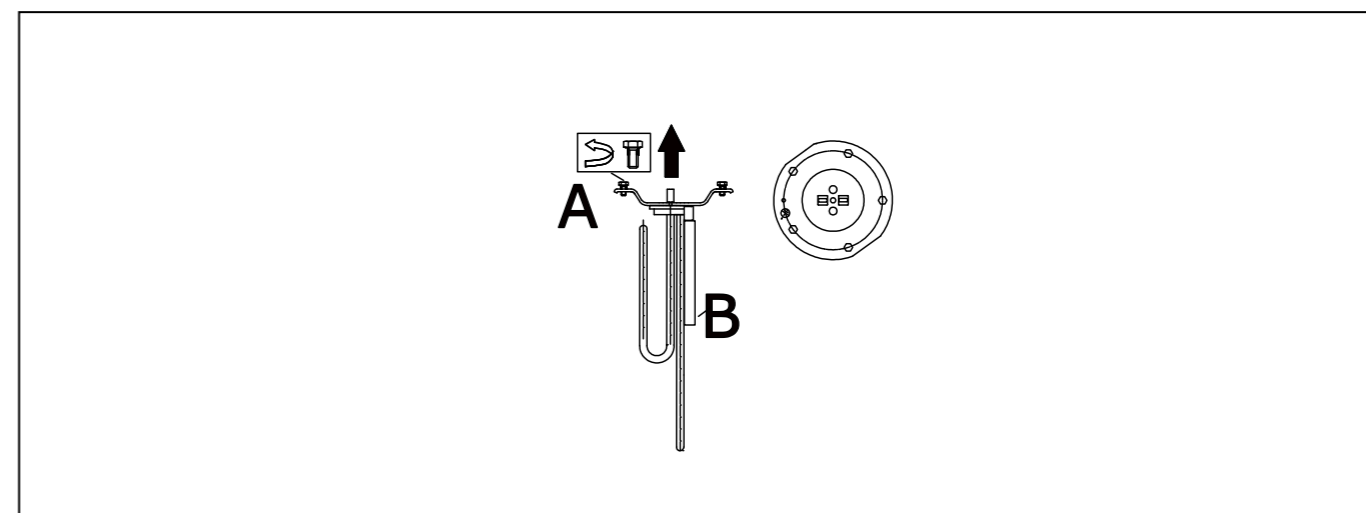

Fig. 4
- Pentru modelele dotate cu flanșă, deșurubați buloanele care fixează flanșa și trageți-o apoi către exterior (A Fig.4). Rezistența este cuplată la flanșă.
Pentru a obține o bună rentabilitate a aparatului, se recomandă detartrarea rezistenței (Fig. 4) la o distanță de aproximativ 2 ani.
Anodul de magneziu (B Fig. 4) trebuie să fie înlocuit la fiecare doi ani. Pentru a-l înlocui, trebuie ca în prealabil să deconectați aparatul de la rețeaua electrică și să-l goliți urmând instrucțiunile conținute în aceste manual.